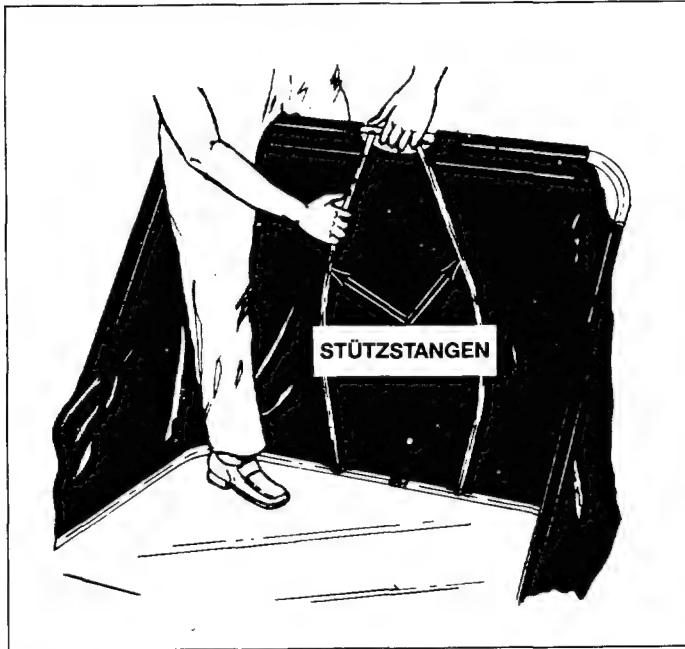

Bild 21
11. Die beiden Stützstangen wie in Bild 21 gezeigt montieren. Das obere Ende der Stange in die Bohrung des oberen Gestänges einsetzen, die Stange nach außen biegen und das untere Ende der Stange in die Bohrung des unteren Gestänges einsetzen.